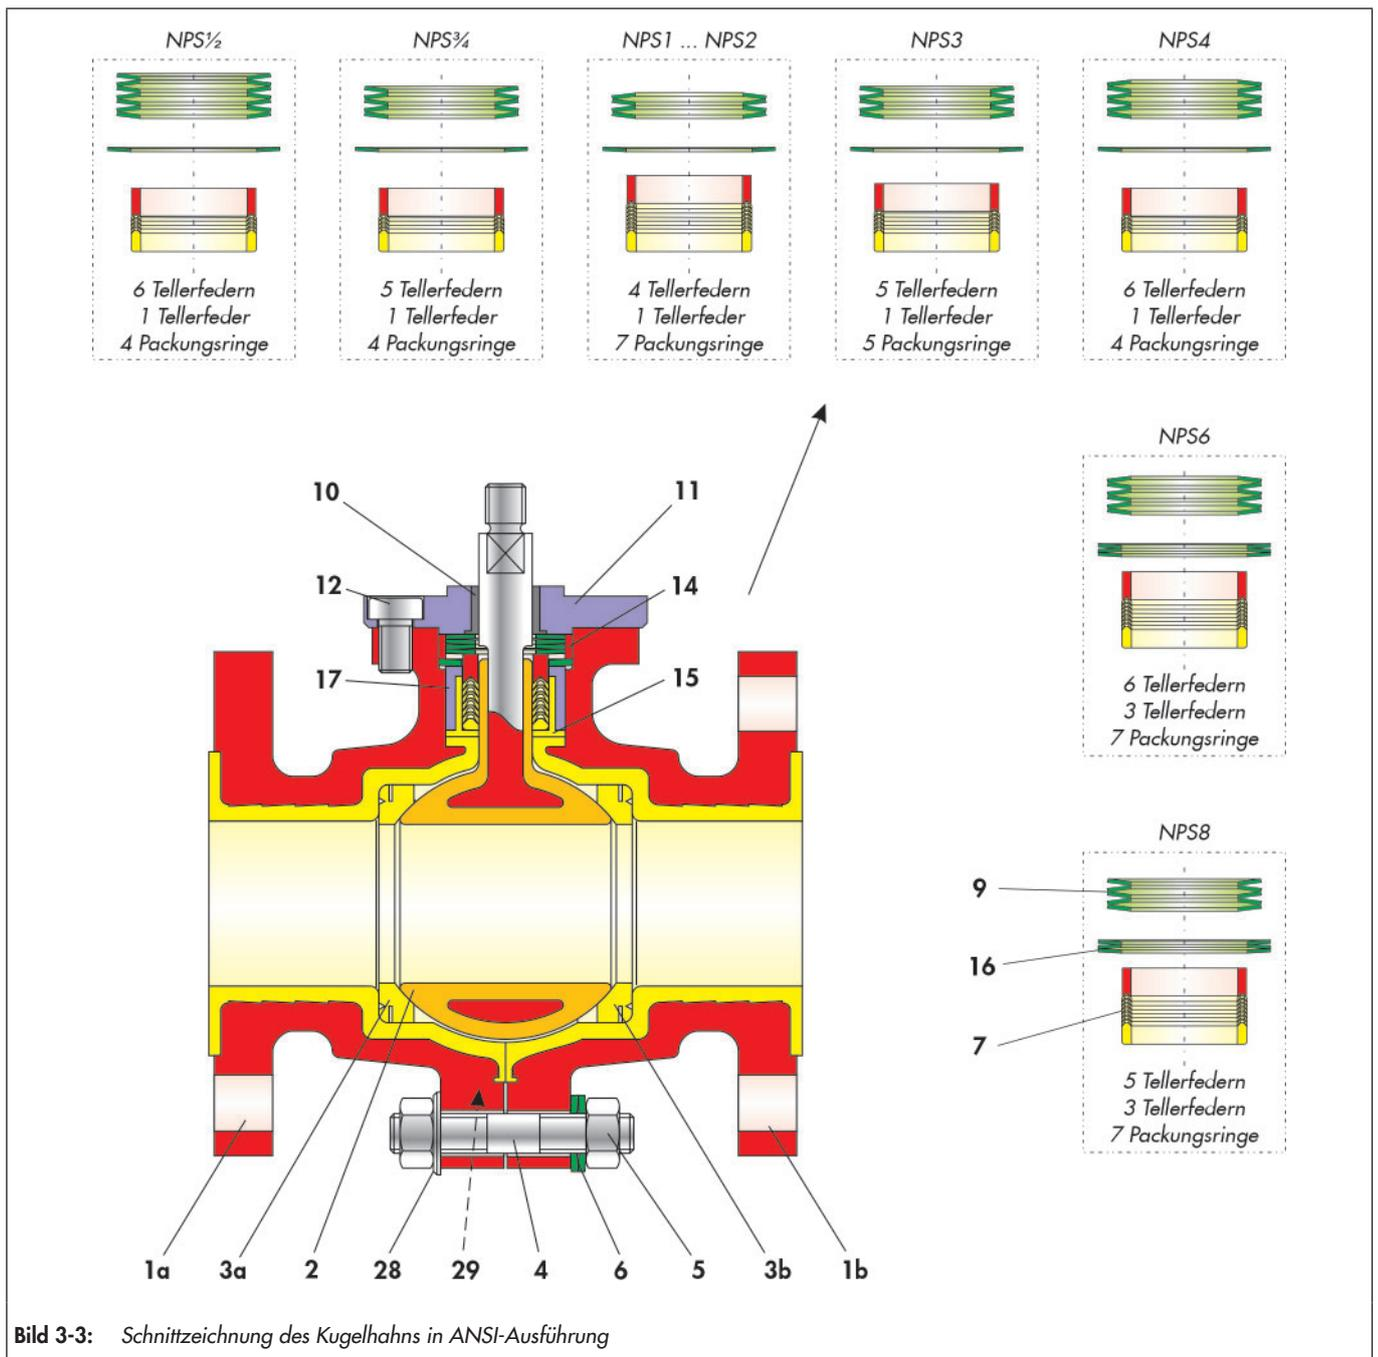

Bild 3-3: Schnittzeichnung des Kugelhahns in ANSI-Ausführung
- ⇒ Gehäusehälften mit Schrauben (4), Scheiben (28), Tellerfedern (6) und Muttern (5) handfest miteinander verschrauben. Anordnung der Tellerfedern der Zeichnung entnehmen, vgl. Bild 3-3.
- ⇒ Dachmanschettenpackung (7) in die Buchse (15) legen. Anzahl der Packungsringe der Zeichnung entnehmen, vgl. Bild 3-3.
- ⇒ Buchse (17) vorsichtig über die Packung (7) und die PTFE-Buchse (15) schieben.
- ⇒ Tellerfeder(n) (16) auf Buchse (17) legen. Lage und Anzahl der Tellerfeder(n) der Zeichnung entnehmen, vgl. Bild 3-3.
- ⇒ Zentrierring (14) auf Tellerfeder(n) legen.
- ⇒ Tellerfedersatz (9) in den Zentrierring bis auf den Grundring der Dachmanschettenpackung legen. Anordnung und Anzahl der Tellerfedern der Zeichnung entnehmen, vgl. Bild 3-3.
- ⇒ Lagerbuchse (10) in den Stopfbuchsflansch (11) einlegen.
- ⇒ Vormontierter Stopfbuchsflansch sauber auf das Gehäuse aufsetzen und mit den Schrauben (12) justieren.